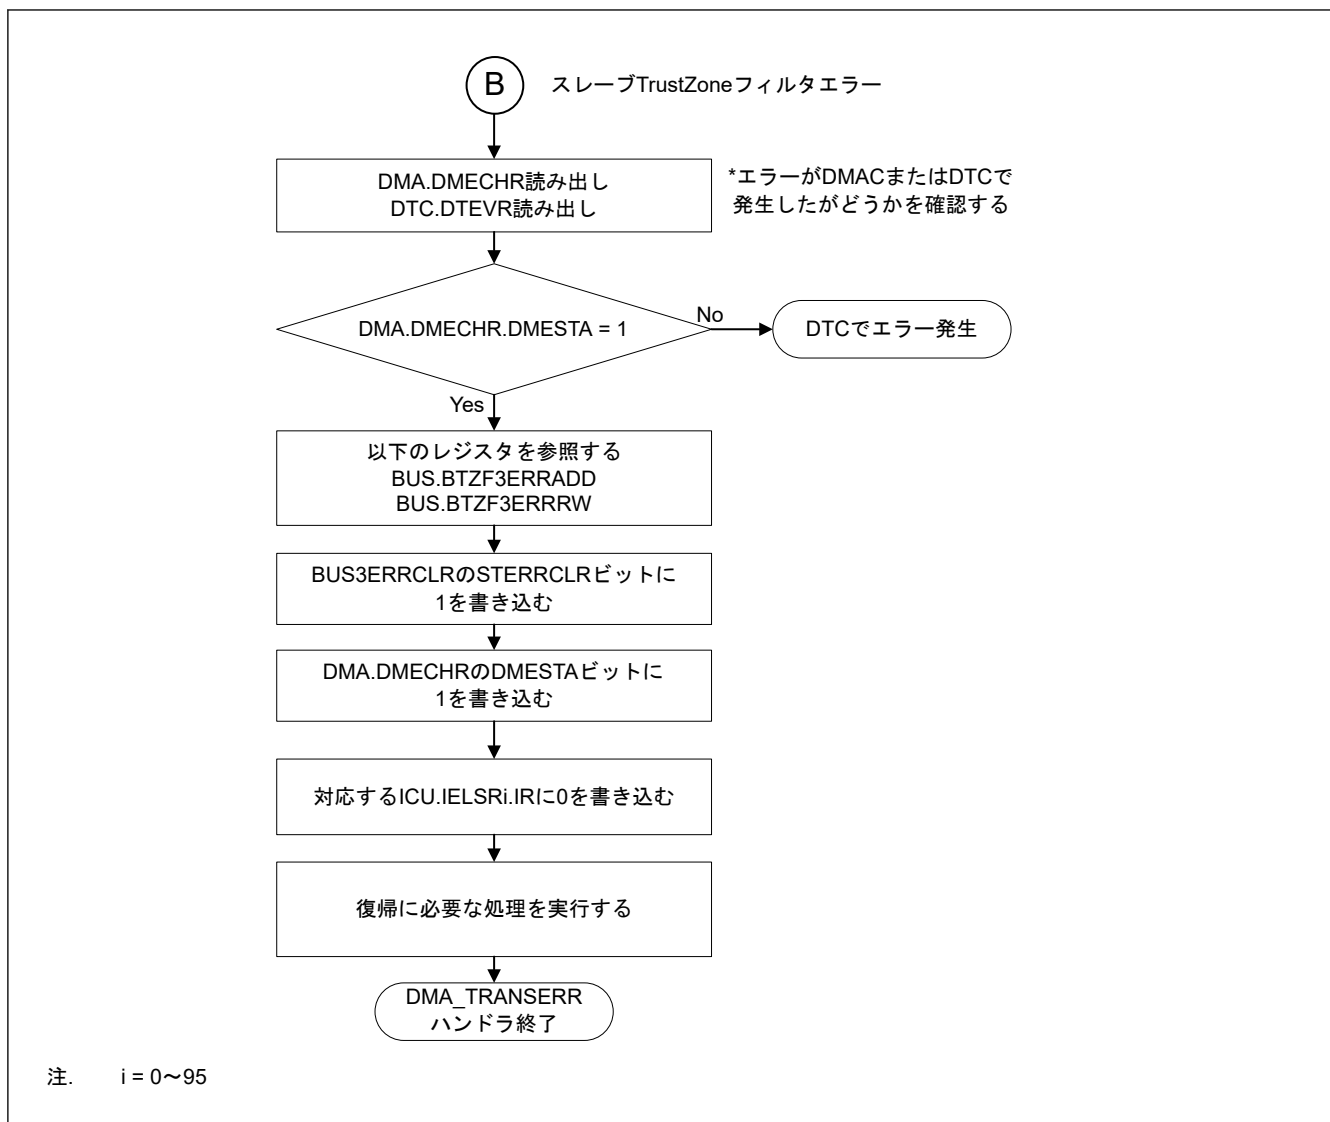

図 15.29 スレーブ TrustZone フィルタエラーの DMA\_TRANSERR ハンドラにおける処理
- 図 15.29 に DMAC のスレーブ TrustZone フィルタエラーが発生したチャンネルを確認するフローを示します。